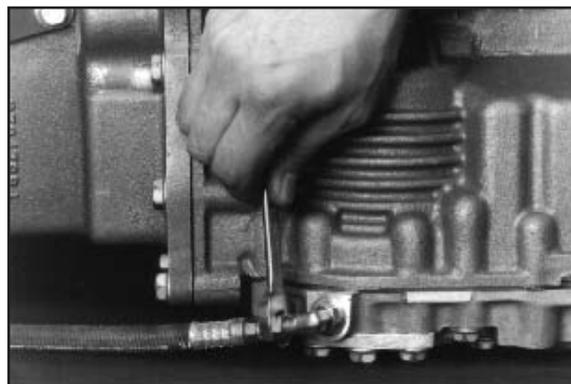

Fig. 11 (è mostrato il lato destro)
11. Usare il raccordo speciale per fissare saldamente la tubazione ad alta pressione alla trasmissione. Questo raccordo è accluso alla presa di forza (**fig. 11**). Vedere la tabella a pagina 12 per le specifiche corrette del tubo flessibile. Con il tubo flessibile e la presa di forza saldamente collegati, riempire la trasmissione seguendo le istruzioni del produttore.